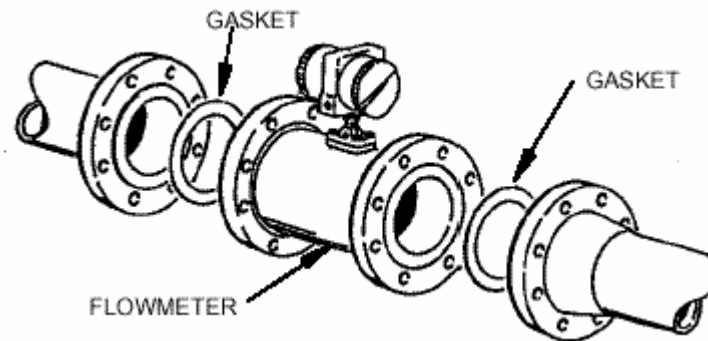

Figura 5. Instalación de Medidores de Flujo
2. Introduzca el empaque entre el cuerpo del medidor y las bridas adyacentes. Ver Figura 5. Coloque los empaques de tal forma que el DI (diámetro interno) de cada empaque esté centrado con el DI del medidor de flujo y el entubado adyacente, y que no influya en el perfil del flujo.